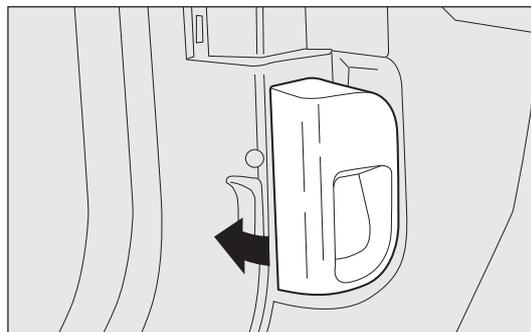

fig. 108
- tirer la manette fig. 108 dans le sens indiqué par la flèche ;